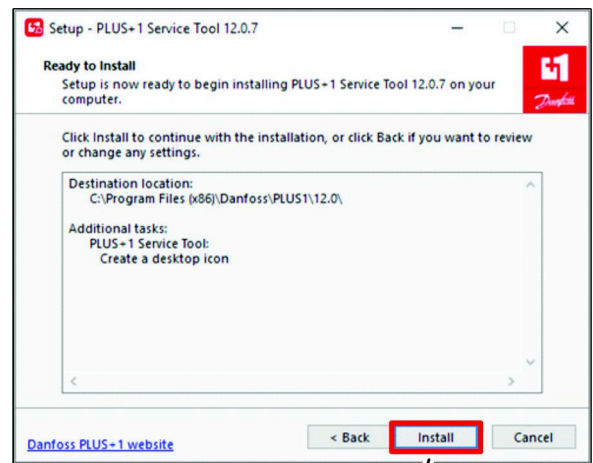

Bild 26
8. Klicken Sie im Dialogfeld „Bereit zur Installation“ auf die Taste INSTALLIEREN (Bild 26).